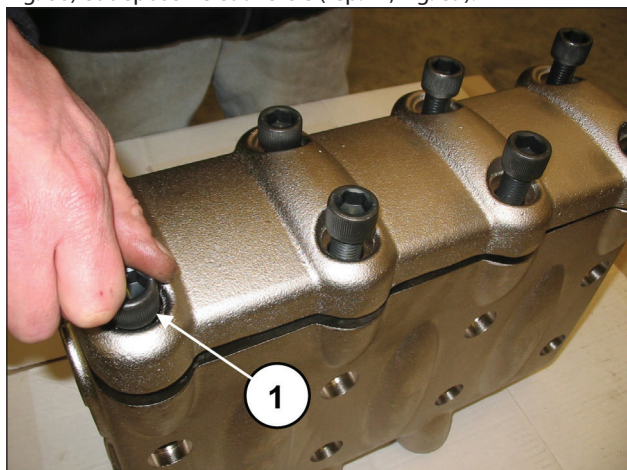
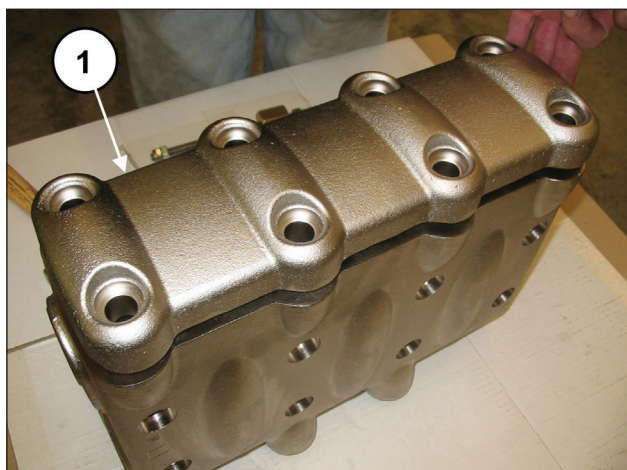

Fig. 88
Fig. 89
Dévisser les 8 vis M16x55 du couvercle de soupapes (rep. ①, Fig. 88) et déposer le couvercle (rep. ①, Fig. 89).